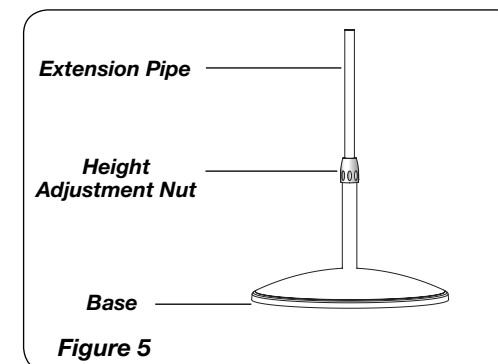

Figura 5
1. Con un movimiento rápido, inserte el extremo de la tubería de gran diámetro en el agujero en la base. (Figura 5) En cuanto la tubería mientras se empuja asegurará la tubería esté completamente asentado en la base.